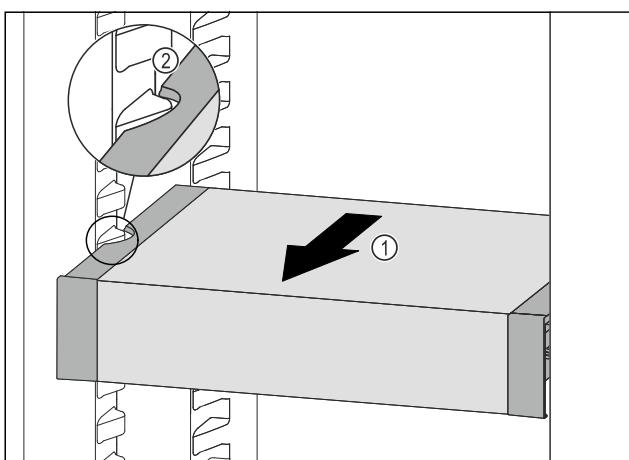

Fig. 108
► VarioSafe ťahajte dopredu Fig. 108 (1), kým sa bočné vybrania VarioSafe nebudú nachádzať vo výške rebra nádoby v chladničke. Fig. 108 (2)